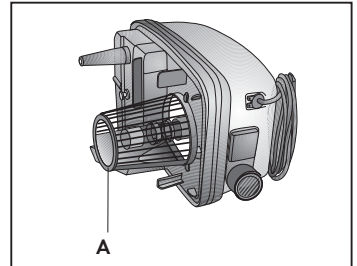

Fig. 24
- Svuotare il serbatoio di recupero (2).
- Attivare la funzione aspirazione con il tasto aspirazione (19) ed aspirare l'acqua con gli accessori precedentemente utilizzati per la pulizia.
- Svuotare il serbatoio di recupero (2) e ripetere l'operazione se necessario.
Ogni qualvolta si esegue la pulizia della parte inferiore dell'apparecchio, pulire il filtro (A) nella parte esterna da eventuali residui solidi (**Fig. 24**).